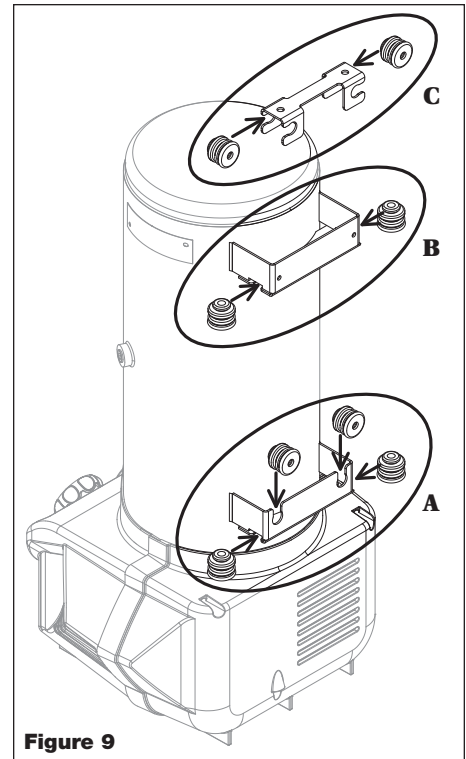

Figure 9
Trouver la fixation du réservoir inférieure sur le compresseur d'air. Glisser quatre sectionneurs de vibrations sur la fixation du réservoir inférieure tel qu'illustré sous la Figure 9 (A). Trouver la fixation du réservoir supérieure sur le compresseur d'air. Glisser deux sectionneurs de vibrations sur la fixation du réservoir supérieure tel qu'illustré sous la Figure 9 (B). Trouver le chapeau de fixation de montage. Glisser deux sectionneurs de vibrations sur le chapeau de fixation de montage tel qu'illustré sous la Figure 9 (C).